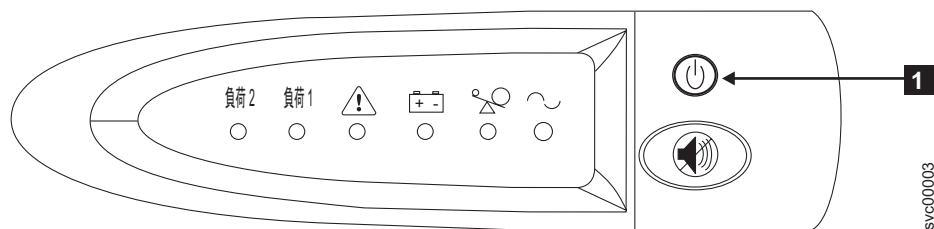

図 226. 2145 UPS-1U フロント・パネル・アセンブリー
1. 2145 UPS-1U の前面で、電源ライトが消えるまで (約 5 秒)、「オン/オフ」ボタン (273 ページの図 226 の **1**) を押し続けます。2145 UPS-1U の一部のバージョンでは、オン/オフ・ボタンを押すために、ねじ回しのような先の尖った道具が必要な場合があります。2145 UPS-1U は待機モードになります。